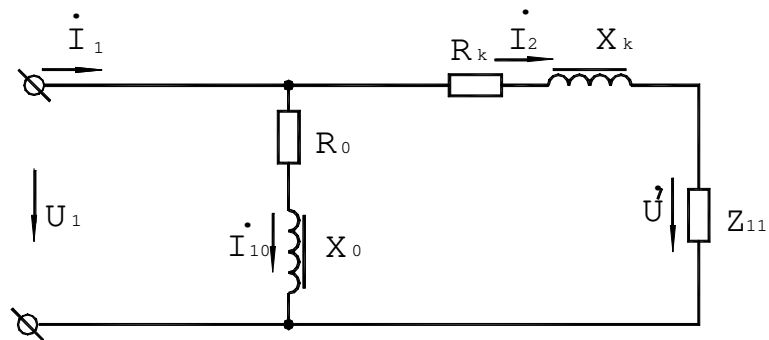

Рис. 20
10.2.2. Опыт холостого хода /рис. 20/.